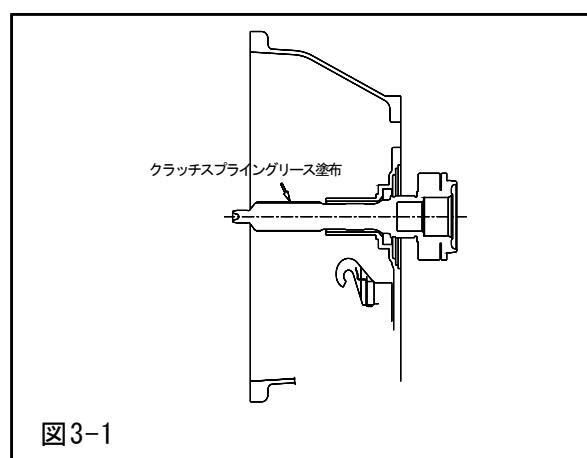

図3-1
- (1) トランスミッションのメインドライブシャフトのスプライン部にクラッチスプライングリース(トヨタ純正品番08887-01706又は相当品)を適量塗布した後、キット内のディスクAssyをスプライン部分にはめ込んで前後にスライドさせ、均等に伸ばしてください。(図3-1)